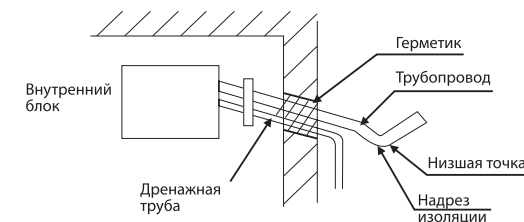

Рисунок 35 - Схема изгиба трубопроводов
- В случае, если отверстие в стене помещения выполнено ниже места установки внешнего блока, трубопроводы должны быть выгнуты соответствующим образом, а изоляция трубопроводов надрезана в низшей точке изгиба, с целью предотвращения попадания в помещение атмосферной воды (см. рисунок 35).